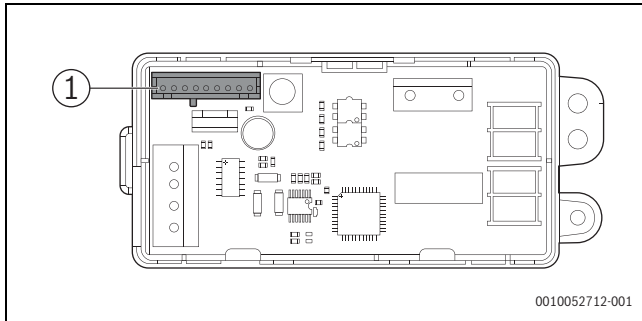

Bild 1
1. Ein Ende des Kabels vom Kommunikations-Set an den entsprechenden Erweiterungsanschluss CN1 auf der Kommunikationsadapter-Leiterplatte anschließen (Abb. 1).